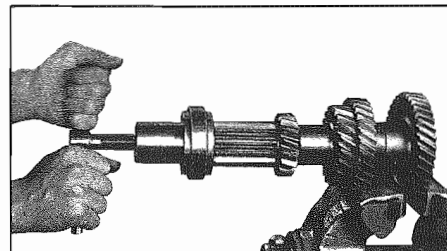

Fig. 17 - Estrazione del cuscinetto
- Estrarre il cuscinetto a rulli (302) con gli attrezzi n. 4 e 7 (Fig. 17). Togliere l'anello elastico di arresto (303). Con l'ausilio di una pressa da 20 tonn. si possono ora togliere gli ingranaggi sempre in presa (304) e quella della 5a marcia (305) singolarmente dall'albero secondario; gli ingranaggi sono montati a interferenza.
- Pull off roller bearing (302) with tools 4. and 7. (Fig. 17). Remove retaining ring (303). The constant gear wheel (304) and the 5th speed gear wheel (305) can be forced from countershaft only by means of a 20-ton press; wheels are shrunk-fit.